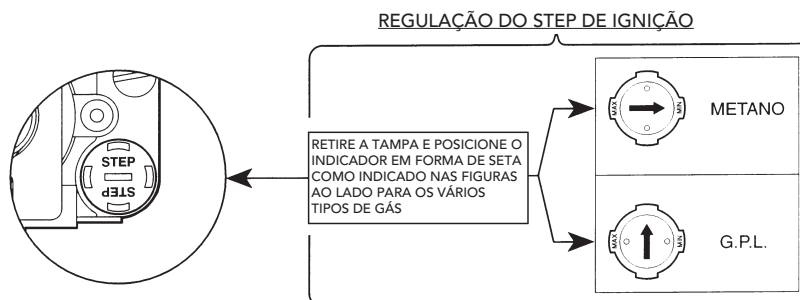

fig. 6
- 2 Retire da válvula de gás o pequeno tampão de protecção 3 (fig. 6). Com uma pequena chave de fendas, regule o "STEP" de ignição para o gás desejado (G20-G25 ou G30-G31); de seguida, volte a colocar o tampão.